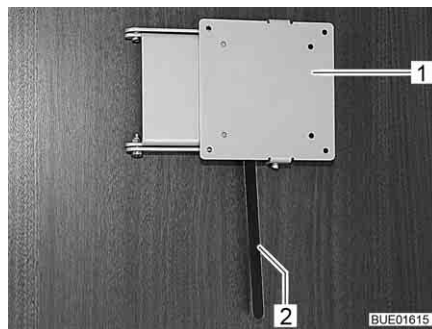

Bild 51 Fäste med låsspak
- Tryck låsspaken (Bild 51,2) åt sidan och sväng fästet (Bild 51,1) med den platta bildskärmen till önskat läge.
- Vrid tillbaka den platta bildskärmen tills fästet (Bild 51,1) hakar fast i låset.